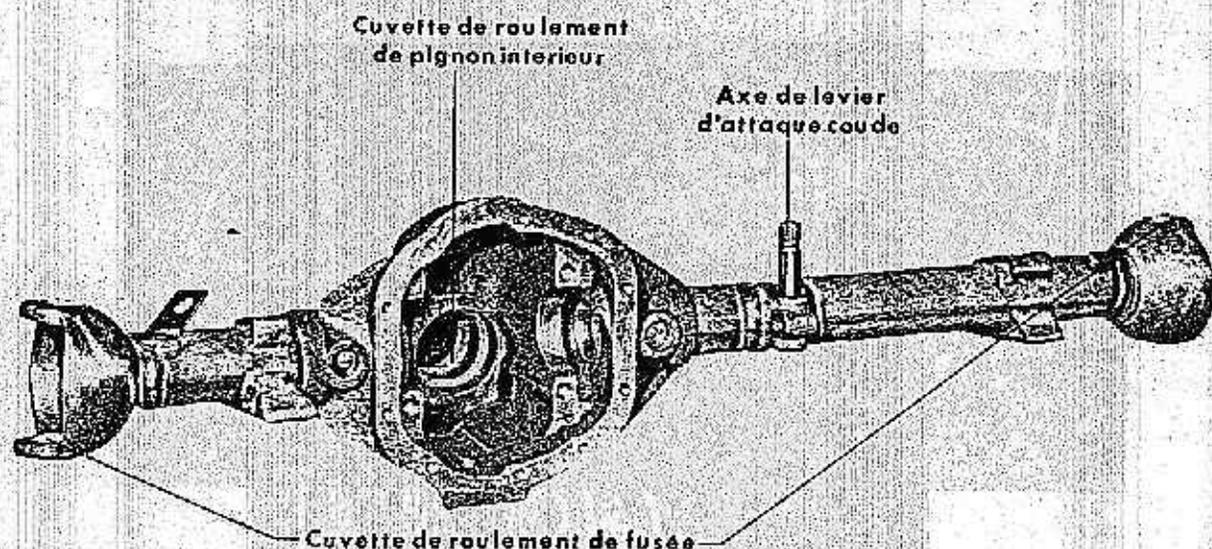

FIGURE 48. — Carter de pont avant
1) Carter de pont (fig. 48).
b. Remplacer l'axe du levier coudé (fig. 48).